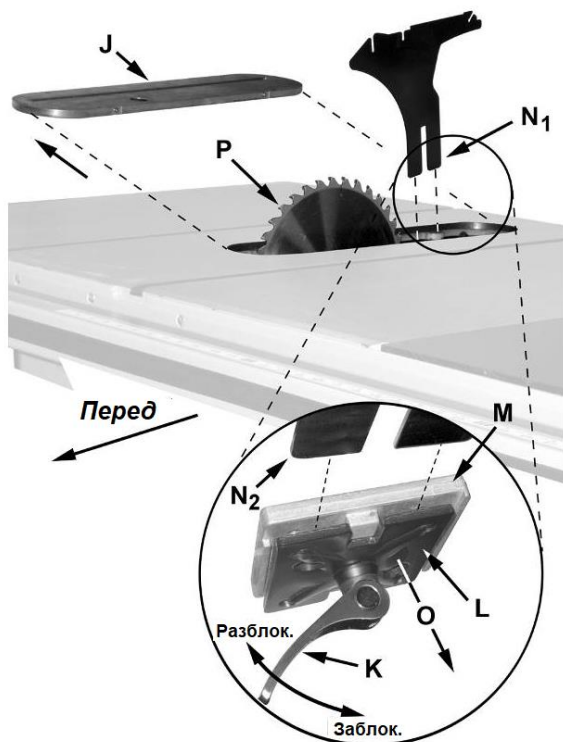

Рис. 8
4. Поверните оправку, чтобы совместить паз (C) с фиксатором оправки (D).
5. Нажмите на фиксатор (D) в направлении, указанном стрелкой, чтобы он попал в паз (C) на оправке. Одновременно с этим открутите гайку оправки (A), при необходимости ослабив ее с помощью 27 мм гаечного ключа.
6. Снимите прижимную шайбу (B).
- Установите пильный диск так, чтобы зубья в его верхней части были обращены к передней части станка. Если вы не уверены в правильности направления зубьев, проверьте его по Рис. 8.
- Извлеките *фиксатор* (D) из оправки и затяните *гайку* (А) с помощью 27 мм гаечного ключа.
См. Рис. 8:
- Снимите вставку стола (J).
- Разблокируйте запорную рукоятку (K) под столом, доступ к которой возможен только через отверстие для установки вставки стола (Рис. 8, выносной вид).
- Подпружиненный подвижный зажим (L) отойдет (O) от неподвижного (M), образуя зазор между ними.
- Вставьте расклинивающий нож нижней частью (N1, N2) до конца в зазор между зажимами (L, M). Затем заблокируйте рукоятку (K).
- Установите на место *вставку стола* (J). Пильный диск и расклинивающий нож должны выступать из паза вставки стола.
Зажимы (L, M, Рис. 8) отрегулированы на заводе-изготовителе, поэтому дополнительная регулировка защитного ограждения пильного диска и расклинивающего ножа не требуется. Однако, **очень важно, чтобы расклинивающий нож был выровнен с пильным диском.** Перед работой на станке прочтите *раздел "Регулировка расклинивающего ножа"* (стр. 14). При необходимости произведите его регулировку.